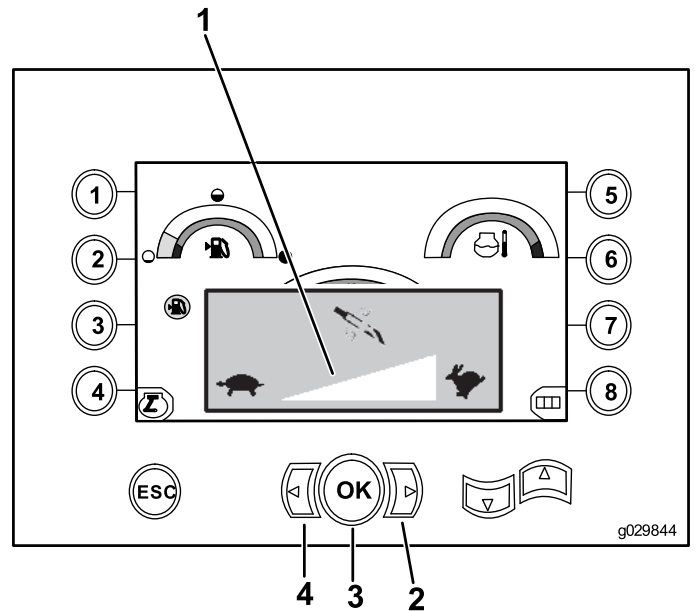

Figure 5
2. Appuyez sur la flèche vers la gauche pour réduire la vitesse maximale ou sur la flèche vers la droite pour l'augmenter (Figure 5).
3. Relâchez le bouton OK pour programmer la vitesse de rotation de la foreuse (Figure 5).